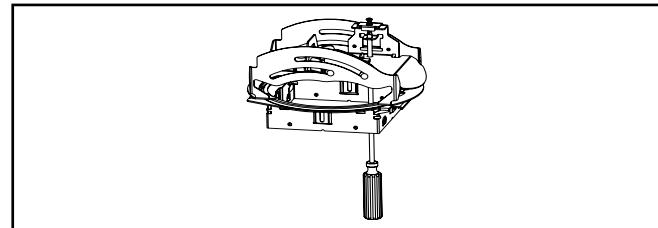
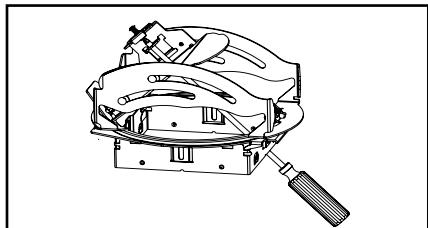
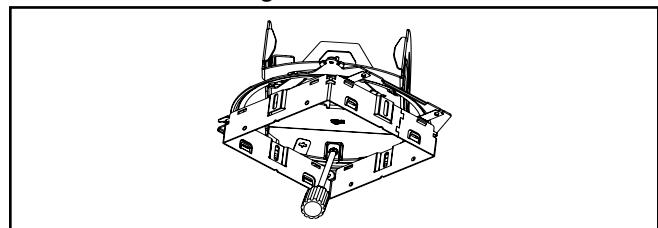

Figure 17.
Figure 18.
Figure 19.
**Hot Aiming:** To tilt mechanism insert screwdriver through access hole in adjustment mechanism plate and into locking screw (Figure17). Loosen locking screw by
**Remarque sur les ampoules:** La puissance des ampoules requise peut varier selon que la plate-forme est en contact avec l'isolant (IC) ou non (Non IC). N'utilisez que les ampoules préconisées selon le type de plate-forme.
**Viser juste:** Pour incliner le mécanisme pivotant, insérez un tournevis dans le trou prévu à cet effet sur le protecteur jusqu'à atteindre la vis de blocage (Figure17.). Dévissez la vis de blocage en tournant dans le sens contraire des aiguilles d'une montre. Faites pivoter le tournevis jusqu'à atteindre l'inclinaison du faisceau désirée (Figure18.) et resserrez la vis. Pour faire pivoter le mécanisme, desserrez la vis de serrage (Figure19.). Insérez le tournevis dans le disque pivotant et faites pivoter l'assemblage dans la position désirée. Resserrez la vis de serrage.